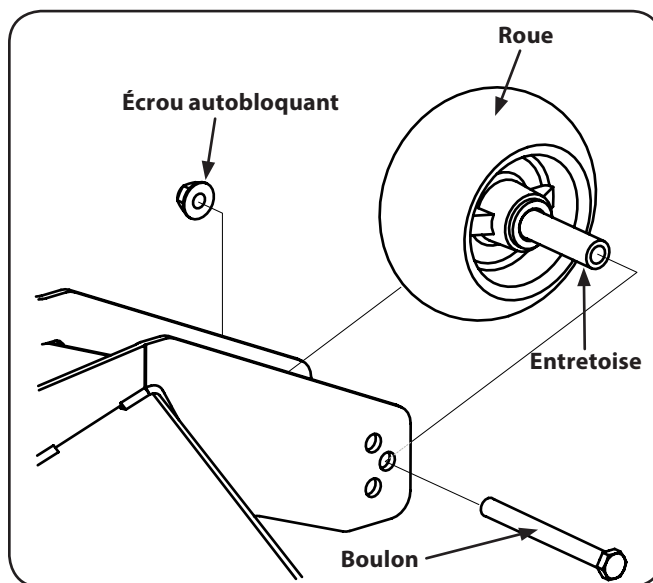

Figure 6-7
2. Retirez l'écrou autobloquant qui sert à retenir le boulon de la roue de jauge avant au plateau de coupe. Enlevez la roue de jauge, le boulon et l'entretoise. Voir Figure 6-7.